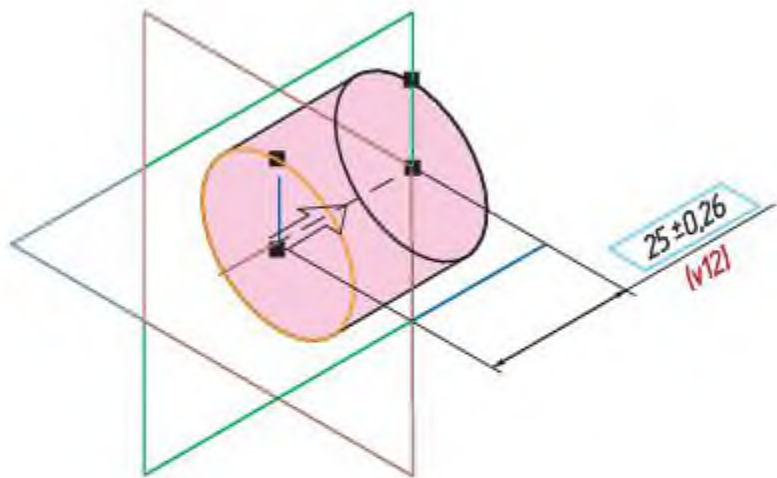

Рис. 11.2
*Примечание:* есть еще один способ назначить высоту модели. После нанесения основания модели в необходимой плоскости проекций нужно установить соответствующий тип аксонометрии, затем потянуть эскиз основания на необходимое расстояние с помощью мыши, тогда появится следующее изображение (рис. 11.2).